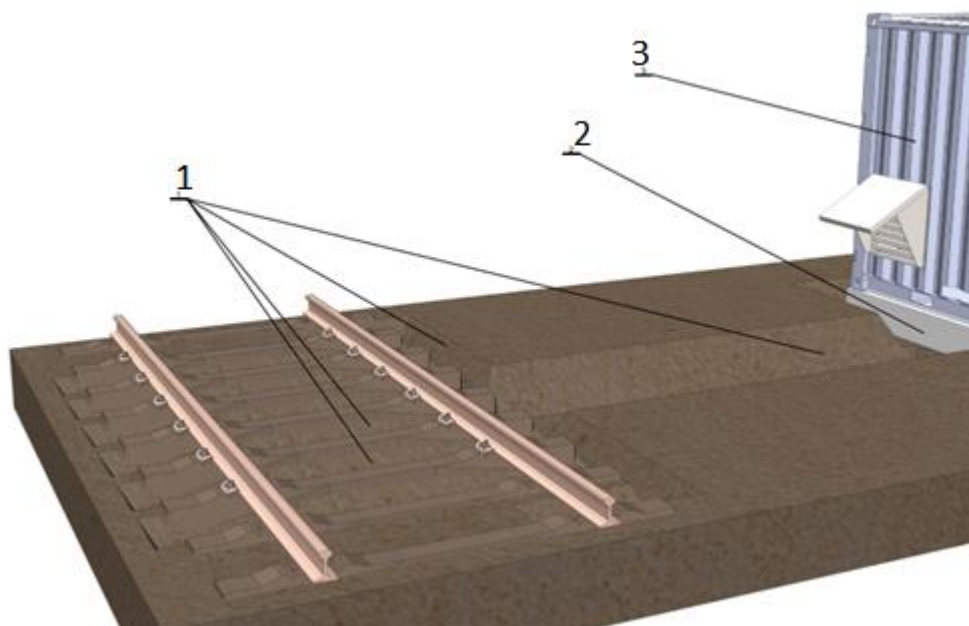

Figura 44 - Apoio às Instruções de montagem do Sistema – Passo 1
3. Coloque as bases pos. 7 nas vigas Inter ferroviárias pos. 4, trave a fixação das bases pos. 7 (parafuso DIN 912 M8, utilizando chave sextavada de 6 mm). Ver figura 44 e, para visualização mais detalhada, desenhos DE-9.86.0X.33_710-001-1.